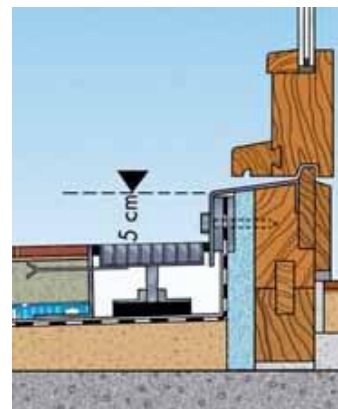

Рис. 3
Согласно директивам плоской кровли 10.3. (4) разрешается отступать от правил, если «...непосредственно в области двери... находится зона осушения». Тем не менее, высота примыкания гидроизоляции должна составлять как минимум 5 см над верхней границей покрытия. С AquaDrain® дренажной решеткой и AquaDrain® дренажными рулонами высота примыкания сокращается на необходимые нам 5 см. Высокая надежность для исполнителя работ, максимальный комфорт для заказчика! (Рис. 3)